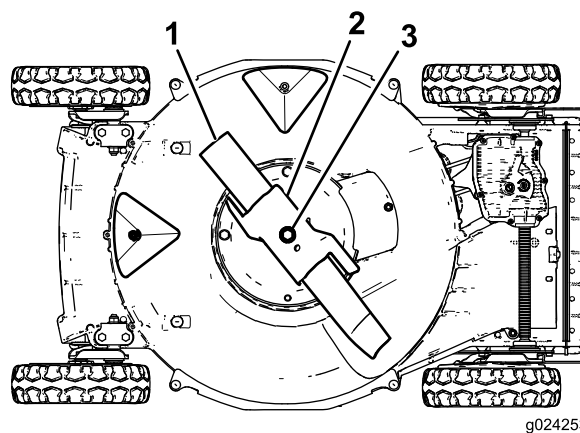

Figura 23
4. Incline a máquina sobre o lado **direito** (filtro do ar voltado para cima), tal como se ilustra na Figura 23.